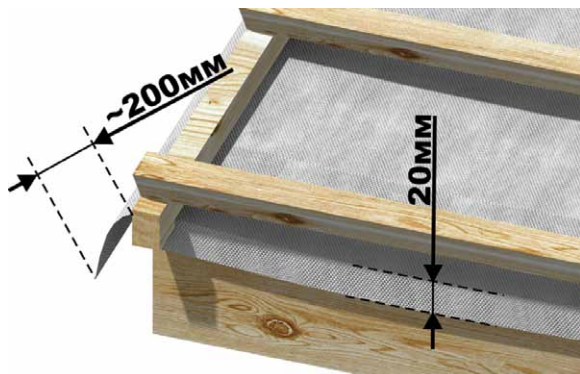

Рис. 8
■ **фронтоном**, то пленка должна свисать на 20 см с фронтовой стропильной конструкции для фиксации пленки после монтажа элементов фронтона (рис. 8).